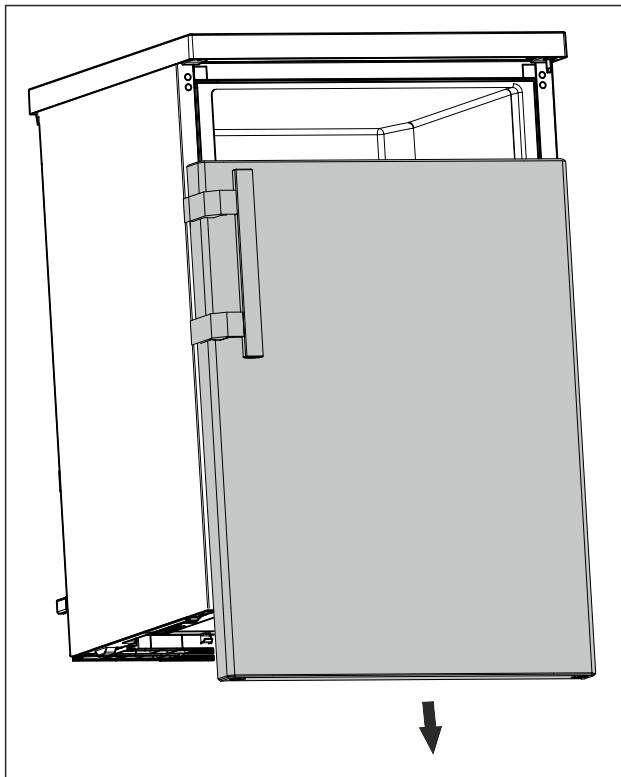

Fig. 16
- Skinite vrata prema dolje. (pogledajte Fig. 16)